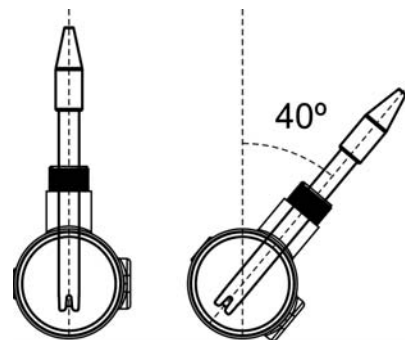

Fig. 13
4. De pH-sonde moet steeds als volgt worden geïnstalleerd: bij voorkeur verticaal, ofwel met een maximale schuifte van 40° (Fig. 13).